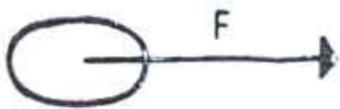

Рис. 2.
4. Тело движется по прямой равноускоренно под действием силы  $F$  (рис. 2). Каким станет это движение, если сила  $F$  начнет уменьшаться?